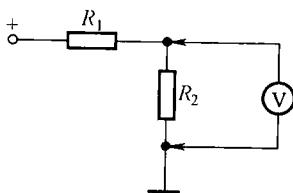

图 1-3 电压的测量
(1)电压的测量。电压的测量如图 1-3 所示。测量时,将万用表置于直流电压档合适的量程上,将两表笔以并联方式与被测元器件(或电路)相接,同时观察表针的摆动方向。正向摆动(接法正确),即可读取测量数值;若反向摆动(接法错误),应立即交换两表笔的接法再读数。